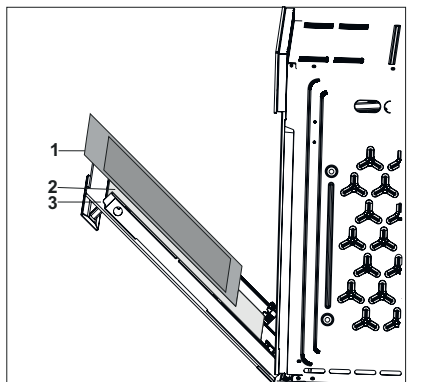

Fig. 36
- Rimuovere il vetro interno e quello intermedio dell'apparecchio per pulirlo (Fig. 36).